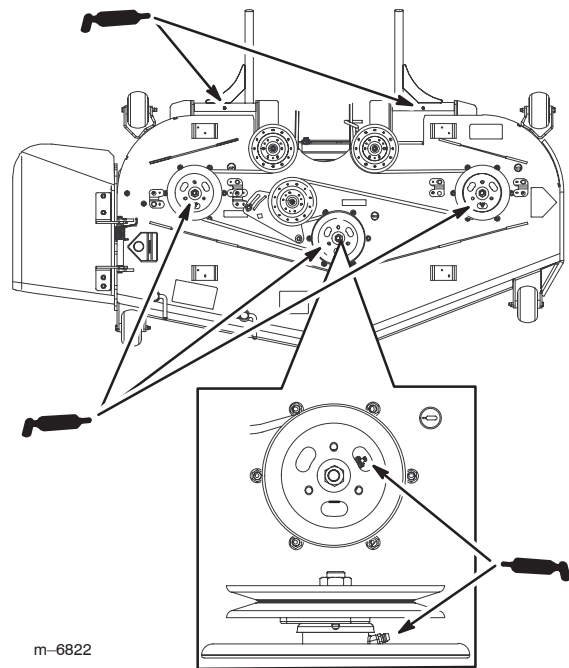

Figure 47
3. Lubrifiez les roulements des trois axes sous la poulie jusqu'à ce que la graisse sorte par les joints inférieurs (Fig. 47).
4. Lubrifiez les graisseurs des bras de poussée (Fig. 47).